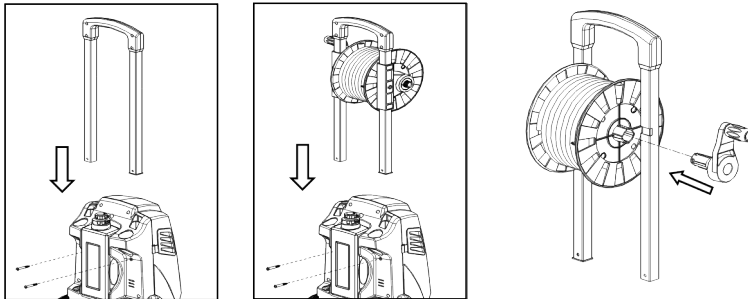

Рис. 2
3. Закрепите на мойке рукоятку и катушку с ручкой (для моделей с катушкой) (рис. 2);